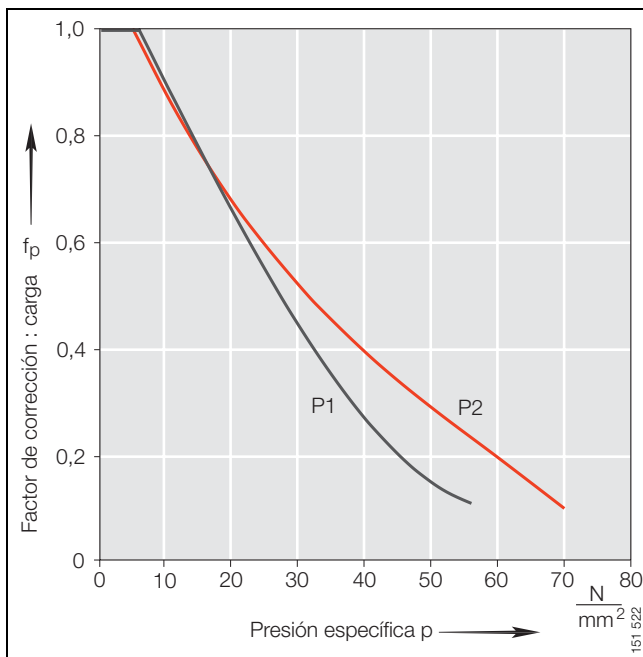

Figura 4 · Factor de corrección: carga f_p , Permaglides® P1, P2
Factor de corrección: carga, figura 4, página 15
- Factor de corrección: carga f_p , figura 4, página 15